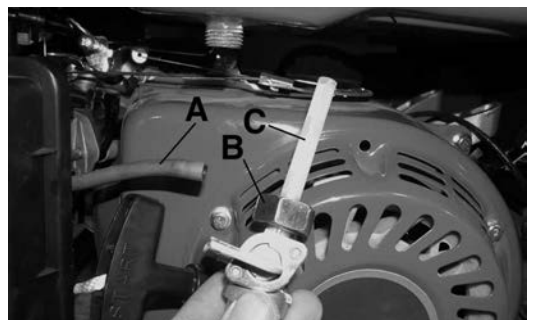

Figure 11
- 1) Une fois que le réservoir et le carburateur sont écoulés, débranchez le boyau à essence (A) Fig.11 de la soupape à essence et ensuite dévissez l'écrou de la soupape à essence (B).
- 2) Retirez la soupape à essence du réservoir, le filtre à essence (C) peut maintenant être nettoyé. Le filtre doit être complètement sec avant de le réinstaller.